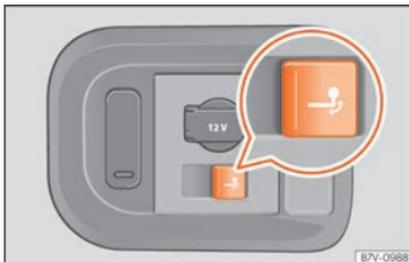

Fig. 280 Côté droit du coffre à bagages : touche permettant de basculer la boule d'attelage électriquement.
- Tirez brièvement sur la touche » » **fig. 280**. La boule sera déverrouillée électriquement et basculera toute seule vers l'extérieur ; le témoin de la touche clignotera.
- Tirez brièvement sur la touche » » **fig. 280**. La boule d'attelage se déverrouillera électriquement ; le témoin de la touche clignotera.